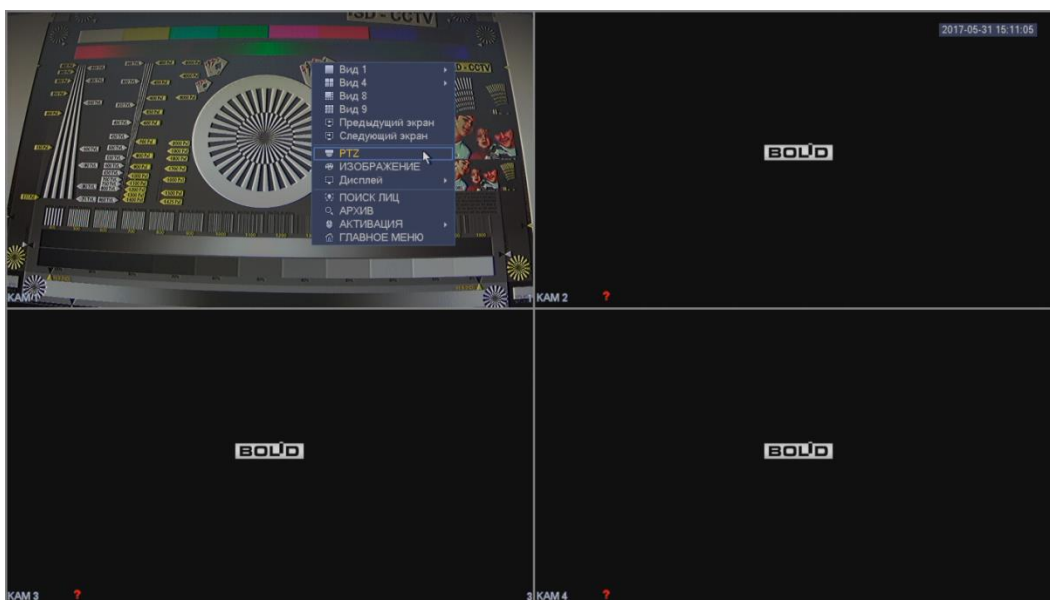

Рисунок 7.1
- в интерфейсе аналогового видеорегистратора BOLID, в поле необходимой видеокамеры, нажмите правую кнопку мыши и выберите пункт «PTZ» (рис.7.1).